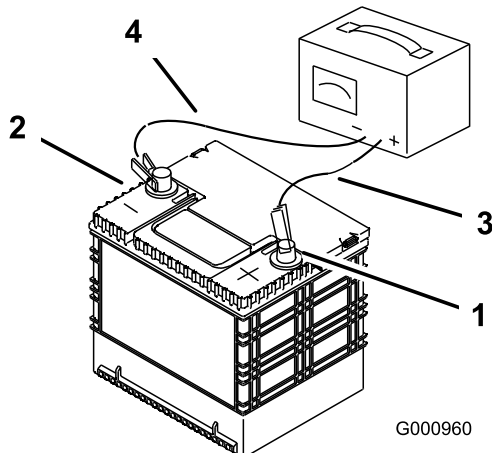

Figura 57
2. Quando le batterie sono completamente cariche, staccate il caricabatterie dalla presa elettrica e scollegate i cavi di ricarica dai poli delle batterie (Figura 57).